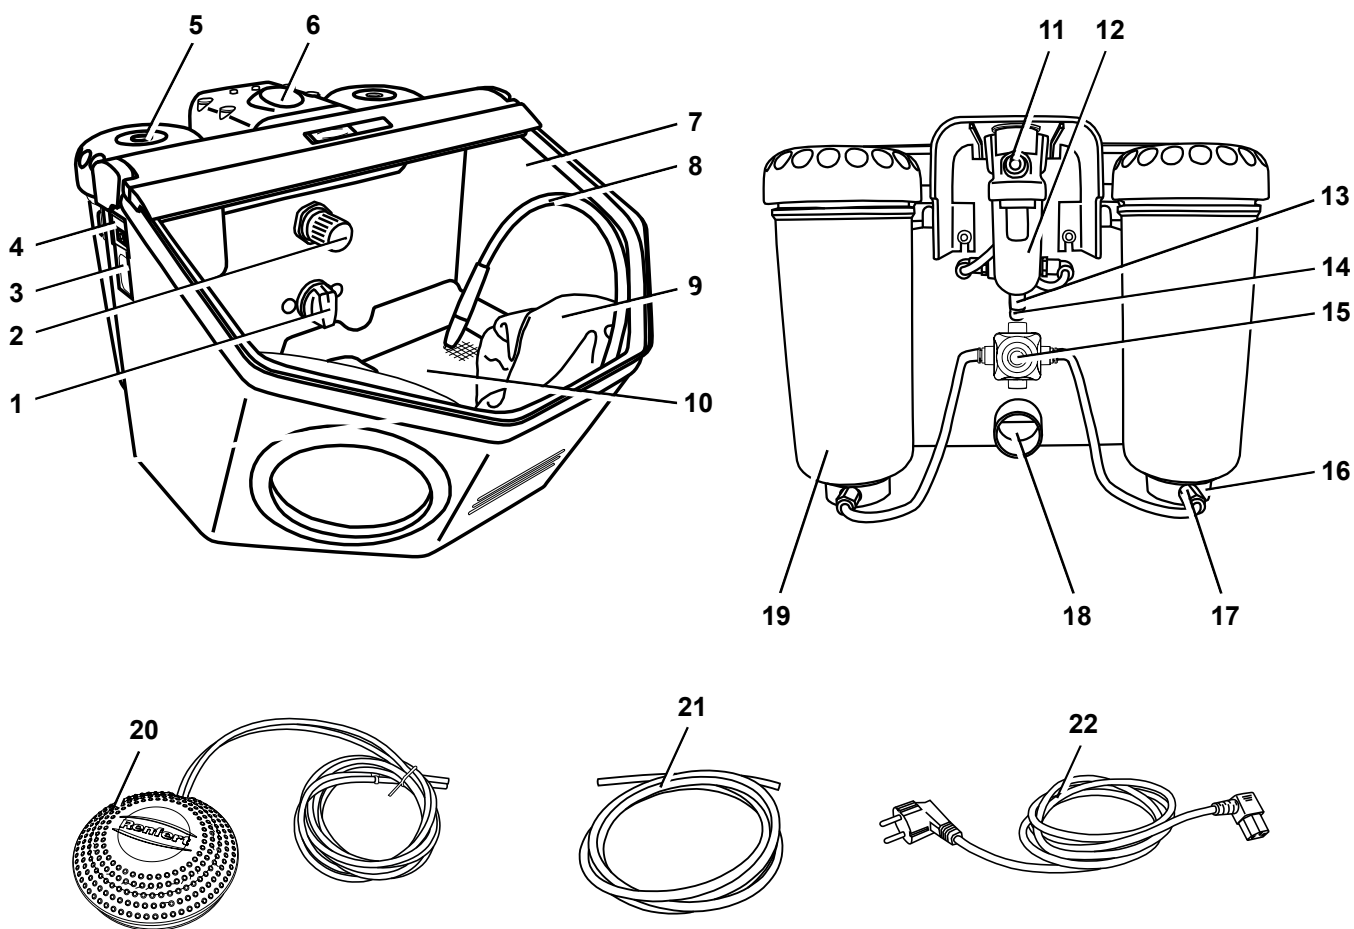

Fig. 1
- Selezionare il serbatoio tramite il selettore (1, Fig. 1).
- Azionare il comando a pedale (20, Fig. 1).